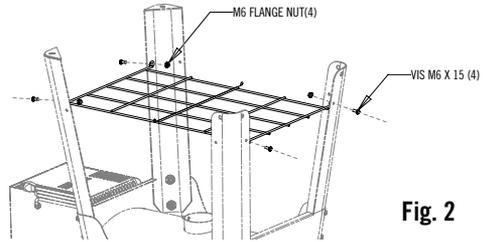

Fig. 2
2. Installer l'étagère inférieure comme le montre la Fig. 2.